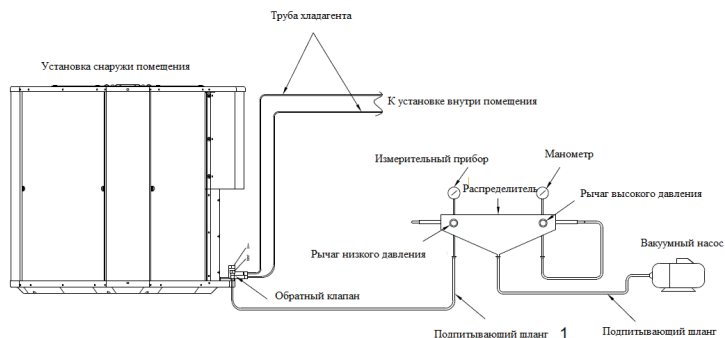

Рис.21
■ Если длина соединительного трубопровода более 5 метров (в одном направлении), используйте вакуумный насос для нагнетания воздуха. При использовании установки R410A необходимо использовать вакуумный насос независимо от длины трубы (см.Рис.21).